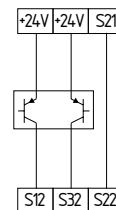

Fig. 8
**Controllo a due canali di dispositivo elettronico di protezione di sicurezza (basato su microprocessori) con uscite a semiconduttore a commutazione P, ad es. dispositivi AOPD secondo EN IEC 61496 (vedere Fig. 8)**